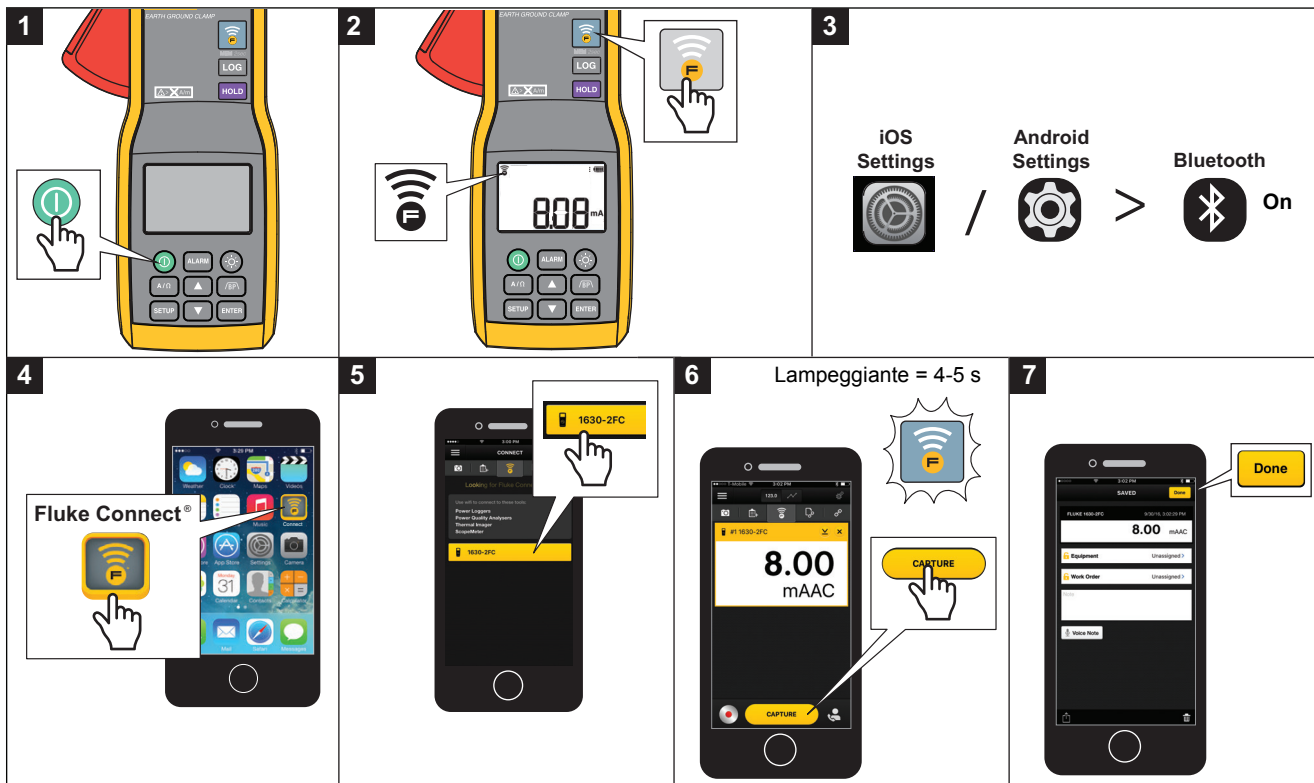

Figura 11. Fluke Connect®
1. Accendere la pinza. Vedere la Figura 11.